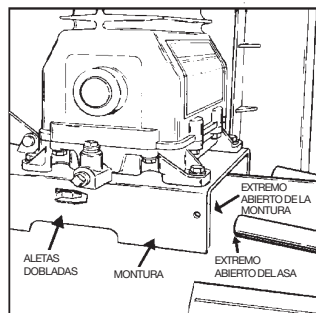
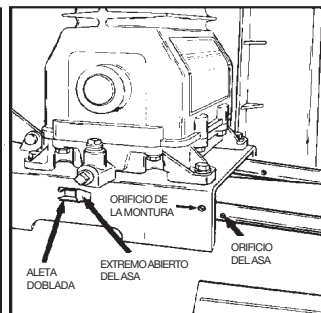

FIG. 1
FIG. 2
1. Insertar el extremo abierto del asa bajo la montura (Fig. 1). Antes de fijar el asa, puede ser necesario separar los extremos abiertos del asa para que entren ajustados contra los costados de la montura. Mirando hacia adentro desde el extremo abierto de la montura, colocar el asa contra las dos aletas dobladas en las paredes interiores de la montura. Empujar **Lentamente** y al mismo tiempo los extremos abiertos del asa en las aletas (Fig. 2) Seguir empujando el asa dentro del mango hasta que los orificios en el lado del asa y la montura estén alineados.